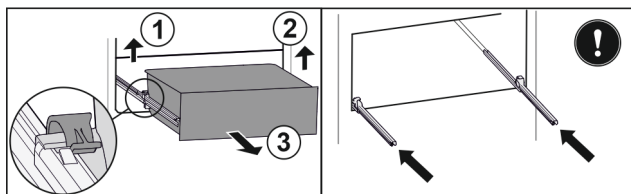

Fig. 171
- Ridicați clema din stânga și trageți concomitent sertarul din stânga spre înainte. Fig. 171 (1)
- Ridicați clema din dreapta și trageți concomitent sertarul din dreapta spre înainte. Fig. 171 (2)
- Extrageți sertarul spre înainte. Fig. 171 (3)